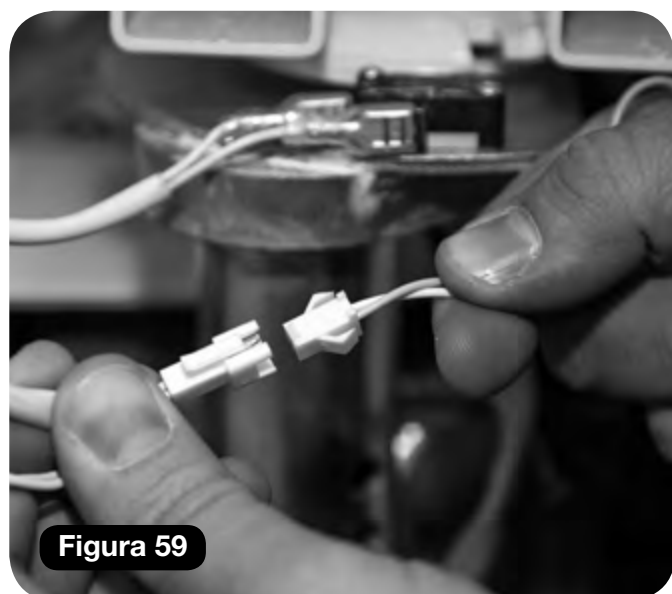

Figura 59
- c Conecte el haz de cables del interruptor de llave en la unidad de alimentación (naranja y verde) al conector del haz de cables del contacto de giro (2 blancos) **(Figura 59)**.